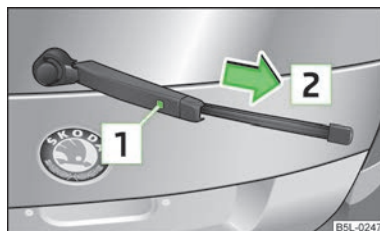

Fig. 38
- Abatir el brazo de la escobilla separándolo del parabrisas y colocar la escobilla en posición perpendicular al brazo » fig. 38.